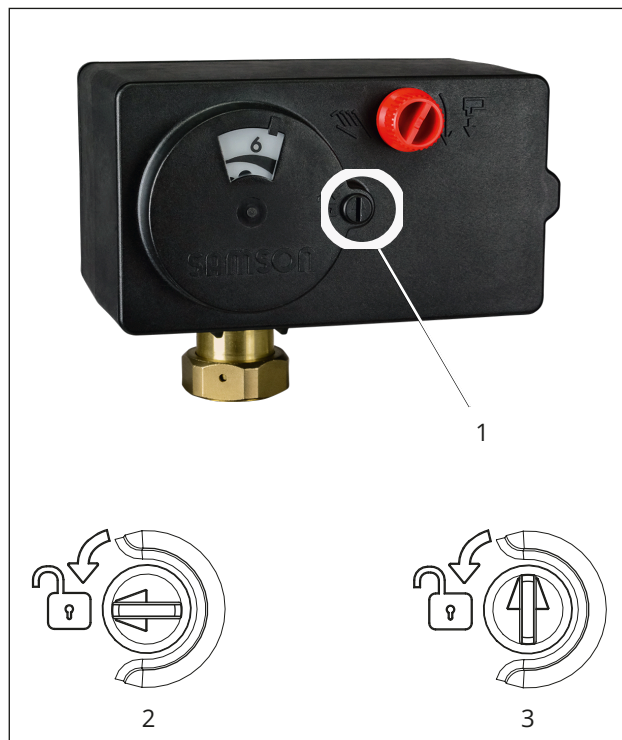

Bild 6: Drehbefestigung
Der frontseitige Gehäusedeckel des Antriebs ist mit einem Drehbefestigungsstift befestigt (vgl. Bild 6).
- ⇒ Darauf achten, dass sich der Drehbefestigungsstift in Stellung „Entriegelt“ befindet (vgl. Bild 6) und das Handrad bei Antrieben ohne Sicherheitsfunktion in die Stellachse eingreift.